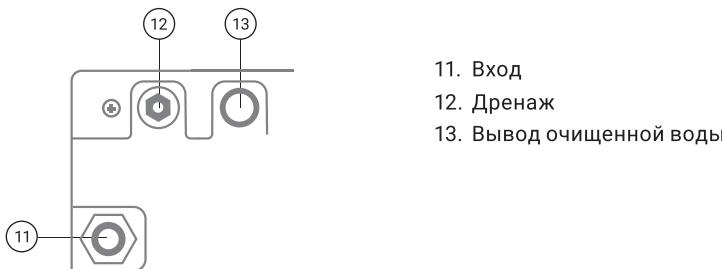
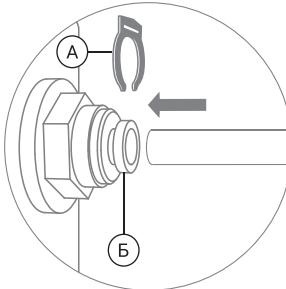

Рис. 2.
Рис. 5
2. Отсоедините стопорную клипсу (А), затем вставьте трубку 3/8" (трубка большего диаметра из комплекта поставки) до упора в фитинг на вход в фильтр (рис. 2, поз. 11), продев ее через цанговое кольцо (Б) (рис. 5). Для герметизации соединения приложите дополнительное усилие, при этом трубка утопится еще примерно на 3 мм и будет плотно обжата резиновым кольцом.
4. Аналогичным методом установите трубку 3/8" (трубка большего диаметра из комплекта поставки) в фитинг на выход очищенной воды из фильтра (рис. 2, поз. 13). Обратный конец трубы подключите к предлагаемой точке водопотребления (смеситель, водозапорный вентиль, оборудование). Трубку 1/4" (трубку меньшего диаметра из комплекта поставки) установите в фитинг дренажной линии (рис. 2, поз. 12).